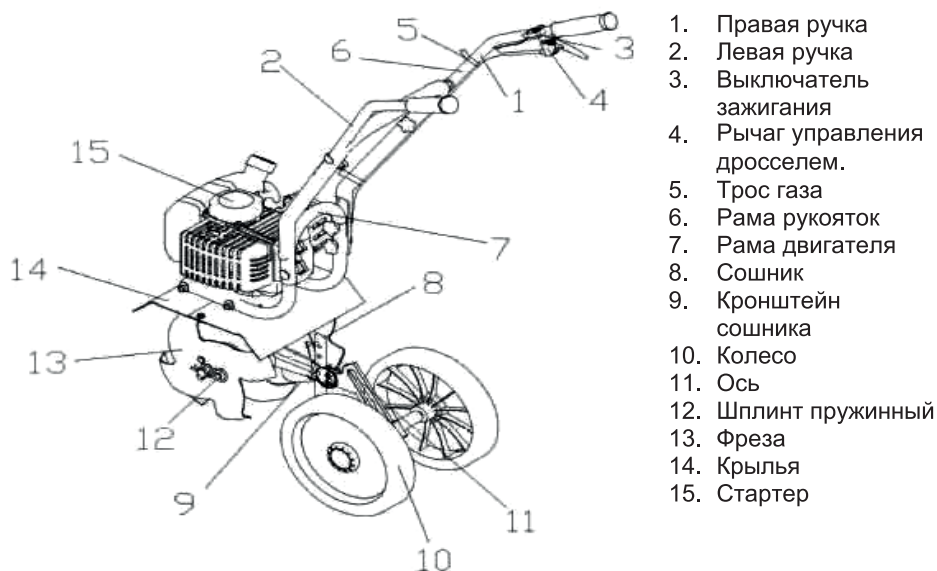

Рис. 1
Снимите барашковые гайки с болтов, соедините два отверстия рамы рукоятки (Рис. 1) (6) и два отверстия рамы двигателя (Рис. 1) (7), затем вставьте болты в отверстия и закрутите барашковые гайки
Снимите барашковые гайки с болтов, соедините два отверстия корпуса левой рукоятки (Рис. 1) (1,2) и два отверстия рамы рукоятки (Рис. 1) (6), затем вставьте болты в отверстия и закрутите барашковые гайки. Повторите операцию с правой рукояткой.
Держатель колес (11, рис. 1) позволяет изменять высоту их установки - во время работы колеса закрепляются в самом верхнем положении, во время транспортировки культиватора колеса необходимо закрепить в среднем или нижнем положениях (в зависимости от роста оператора).